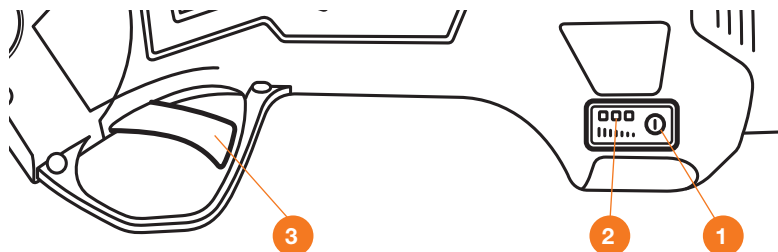

Рис. 4
Вставьте штекер зарядного устройства в разъем аккумуляторной батареи (Рис. 4).
Аккумуляторный секатор **DAEWOO** оборудован дисплеем, указывающим остаточный заряд аккумуляторной батареи и зуммером, дублирующим действия оператора. Нажмите на кнопку **1**, после двойного звукового сигнала индикатор **2** покажет степень заряда батареи. Для начала работы дважды, кратковременно нажмите на триггерный выключатель **3**. После двойного сигнала зуммера ножи раскроются и секатор будет готов к дальнейшей работе (Рис. 4).
Для выключения секатора нажмите и удерживайте несколько секунд триггерный выключатель, после первого сигнала зуммера ножи закроются, удерживайте триггерный выключатель еще некоторое время и после последующего двойного сигнала зуммера ножи останутся в закрытом положении. Нажмите кнопку ① (Рис. 4) на дисплее, индикатор погаснет, затем извлеките батарею из разъема рукоятки секатора.
Через 1 минуту инструмент переходит в режим блокировки. Дважды нажмите на триггерный выключатель ③ (Рис. 4), чтобы отключить блокировку и активировать секатор для работы.